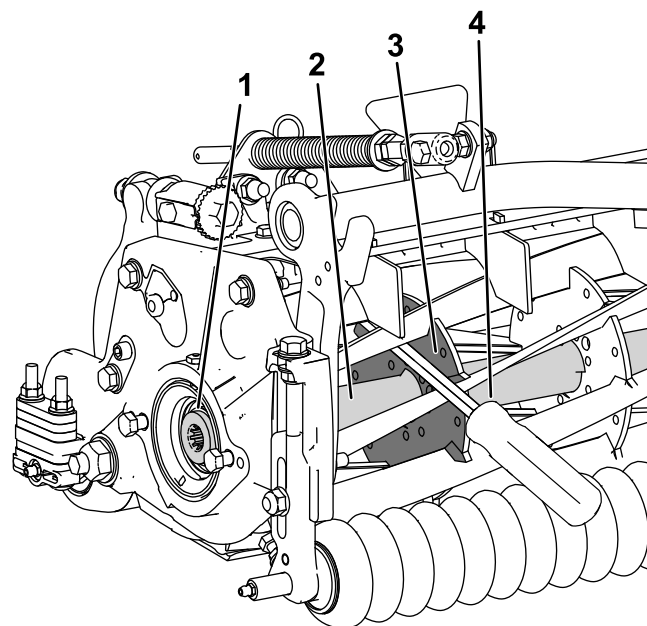

图 29
1. 将一根长柄撬棍建议尺寸为 0.95cm x 30.48cm 带螺丝刀柄插入滚刀组前面最靠近需要扭转的滚刀组一侧图 29。
2. 将撬棍靠着内部滚刀组加强板的焊接侧放置图 29。